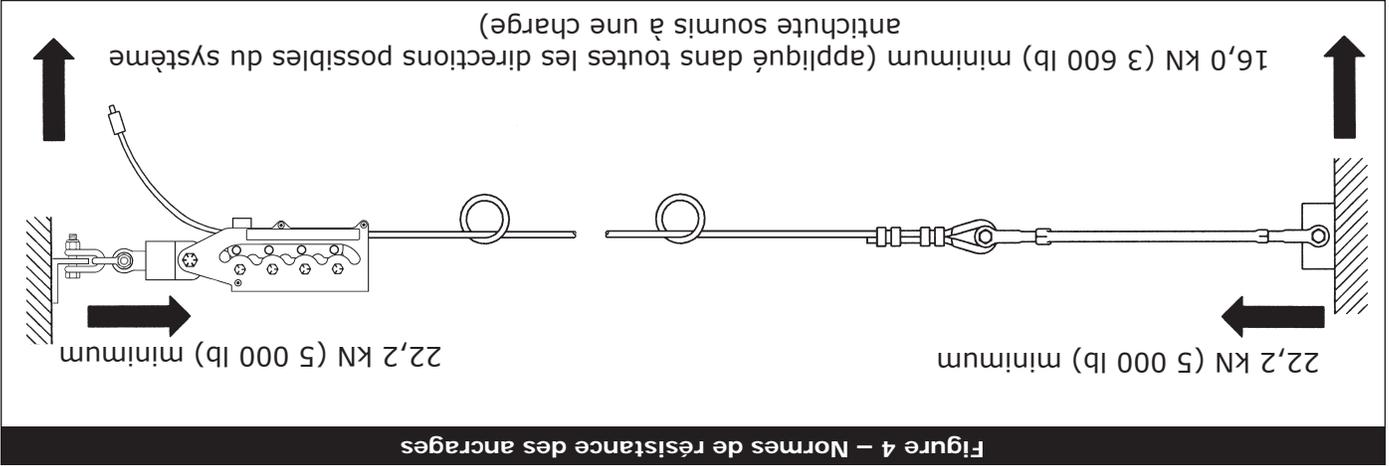

Figure 4 – Normes de résistance des ancrages
- 2.4 CHARGE SUR LA STRUCTURE :** Les points d'ancrage de la structure doivent être rigides, tout en ayant la capacité de supporter une charge d'au moins 22,2 kN (5 000 lb) le long de l'axe de la corde d'assurance horizontale. Les ancrages doivent également pouvoir supporter un minimum de 16 kN (3 600 lb) appliqué dans toutes les directions possibles qui seraient perpendiculaires à l'axe de la corde d'assurance horizontale. Voir la Figure 4.